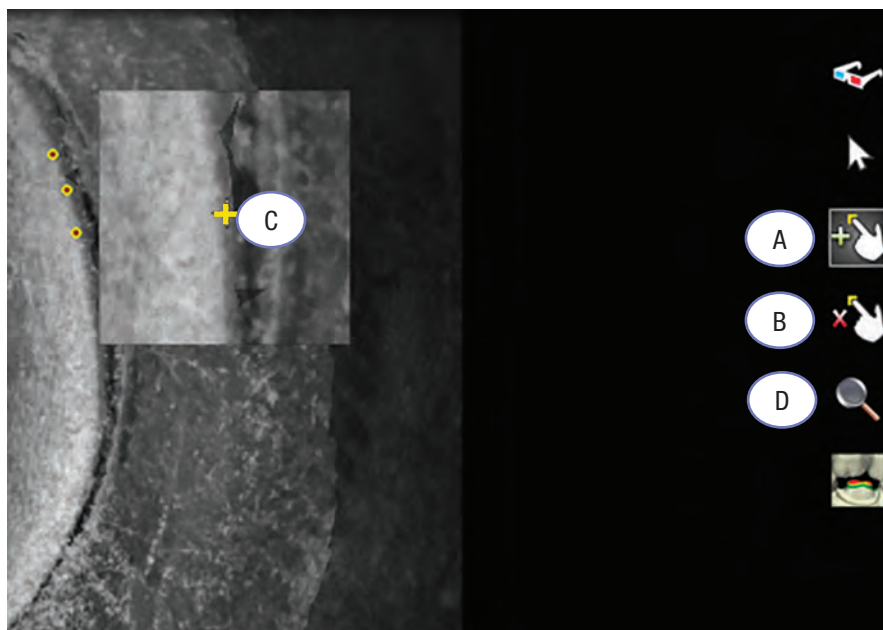

Figure 31. Fenêtre de grossissement avec réticule d'annotation
1. Sur l'écran Examen de la préparation, appuyer sur le bouton **Ajouter une annotation de marge** (Fig. 31, A), puis appuyer et maintenir le doigt sur la marge dans la zone d'ambiguïté. Une fenêtre carrée s'ouvre, agrandissant la zone sous votre doigt. Le réticule () dans la fenêtre de grossissement indique l'endroit où l'annotation sera placée (Fig. 31, C).
Légendes de la Figure 31
- Pour supprimer les annotations de marquage de marge, appuyer sur le bouton **Supprimer l'annotation** (Figure 31, B), puis appuyer sur le point jaune pour supprimer.
- Pour examiner la zone agrandie et ne pas placer de points sur l'image, appuyer sur le bouton d'**Agrandissement** (figure 31, D).